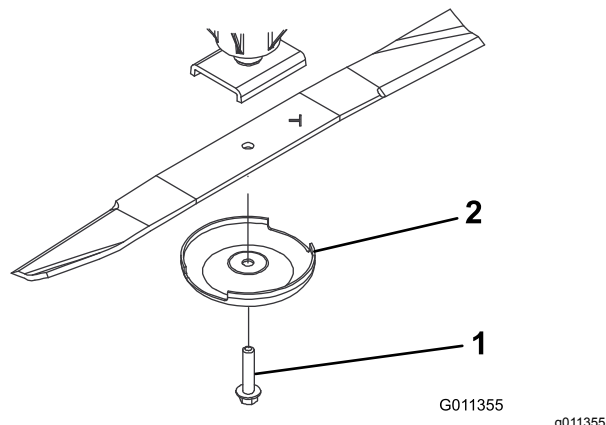

Figura 83
2. Afferrate l'estremità della lama con un cencio o un guanto bene imbottito. Togliete il bullone, la coppa antistrappo e la lama dall'asse del mandrino (Figura 83).
3. Montate la lama con la costa rivolta verso il piatto di taglio, servendovi della coppa antistrappo e del bullone della lama (Figura 83) Serrate il bullone della lama a un valore compreso tra 115 e 149 N·m.
Se continuate ad usare la lama usurata, si forma una scanalatura tra la costa e la sezione piatta della lama (Figura 83). Alla fine, un pezzo di lama può staccarsi e venire lanciato dal sottoscocca, con il rischio di ferire gravemente voi o gli astanti.